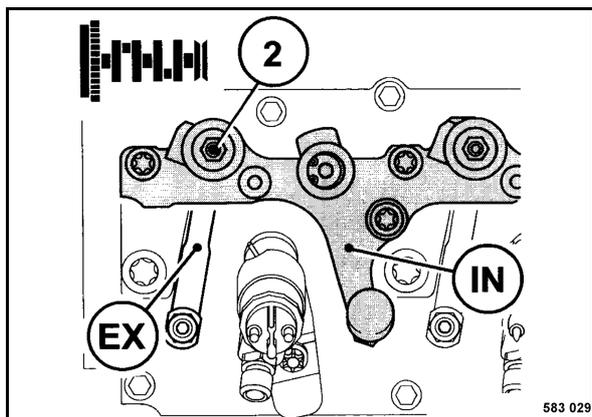

Fig. 204
- Inserire il disco angolo di rotazione e l'utensile per chiave a bussola sulla vite di registro 2 (Fig. 204).